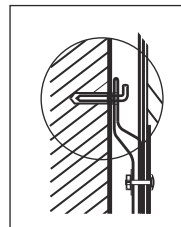

Рис. 8
2. После того, как вы выбрали правильное место установки водонагревателя, определите точки для отверстий под анкерные болты с крюками (определяются в соответствии со спецификацией прибора, который вы выбрали). Просверлите в стене два отверстия соответствующей глубины с использованием сверла, подходящего по размеру под анкерные болты, прилагаемые к водонагревателю. После чего вставьте болты в просверленные отверстия и, поворачивая крюки болтов по часовой стрелке, плотно затяните гайки болтов, затем повесьте водонагреватель на крюки анкерных болтов (рис. 8).